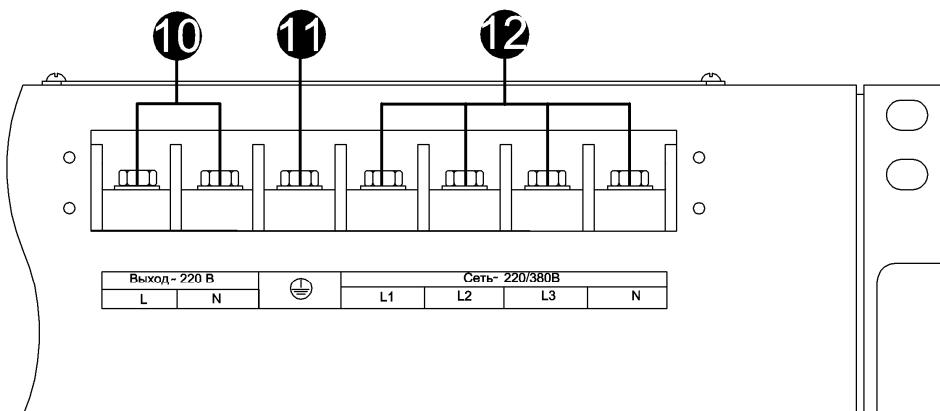

Рисунок 4 – Вид клеммных блоков на задней панели модуля MBS 3/1 15-20К
- соблюдая фазировку подключить проводники нагрузки к левому клеммному блоку **10** (см. рисунок 4) модуля;
- соблюдая фазировку подключить сетевые проводники к правому клеммному блоку **12** и клеммному блоку **11** (см. рисунок 4) модуля;